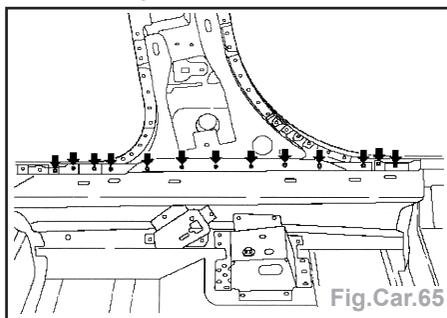

Fig.Car.65
- Déposer par perçage le montant B inférieur inf.(Fig.Car.65).